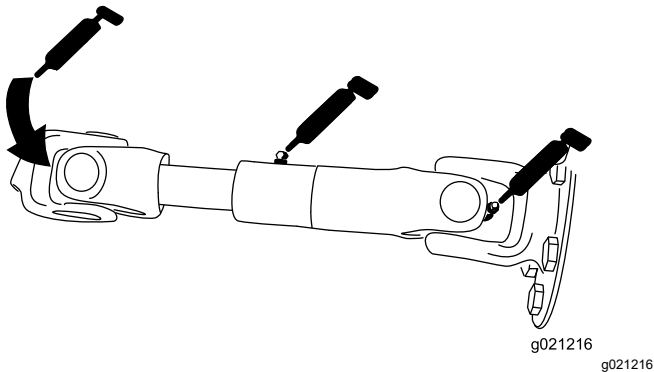

Figura 101
- Albero di trasmissione della pompa (3) (Figura 101)